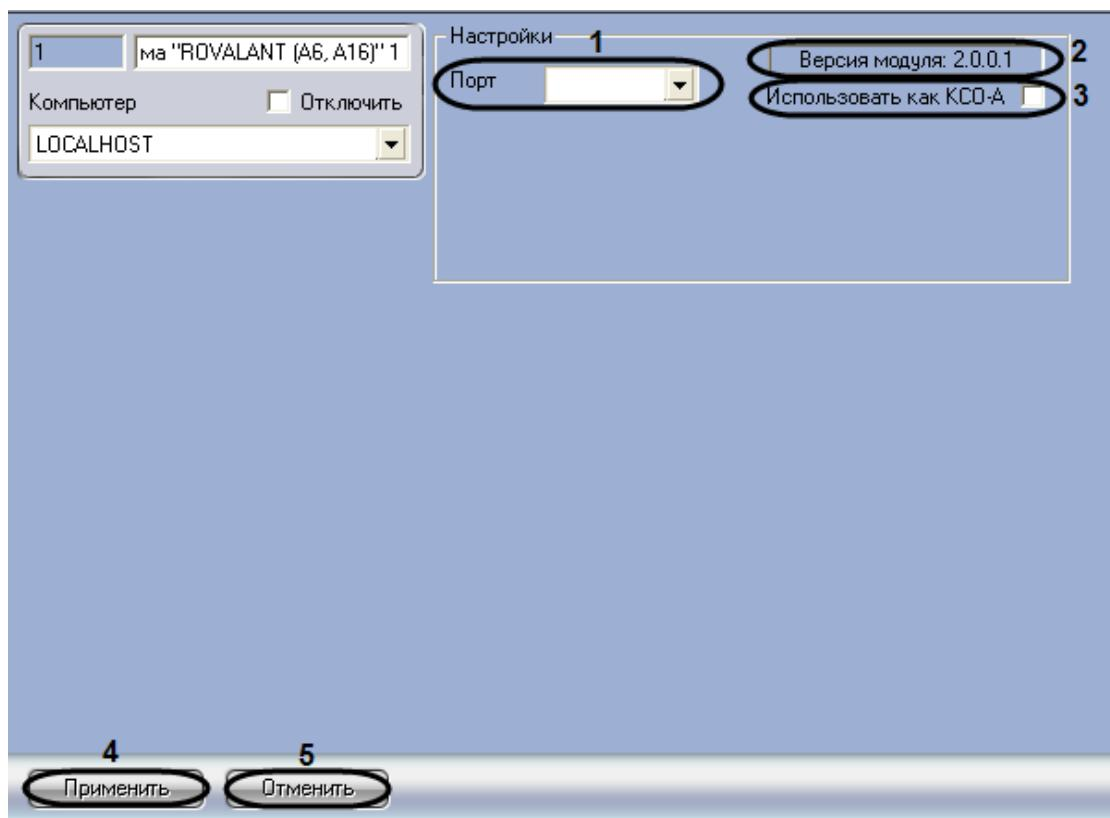

Рис. 3.2—2 Панель настроек объекта Система “ROVALANT (A6, A16)”
2. Из раскрывающегося списка **Порт** выбрать COM-порт, через который система *Rovalant (A6, A16)* подключается к Серверу (см. Рис. 3.2—2, 1).
Примечание. В поле Версия модуля: отображается текущая версия модуля интеграции Rovalant (A6, A16) (см. Рис. 3.2—2, 2).